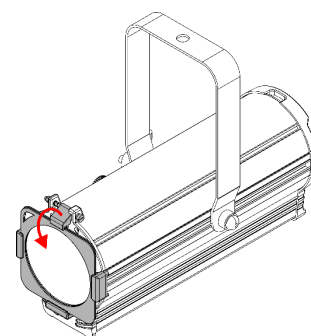

Fig. 15
- 04) Tirare la **clip della cornice cromatica (08)** verso il basso per sbloccare la **vite a molla (09)** (vedere Fig. 15). La cornice cromatica viene bloccata in posizione.